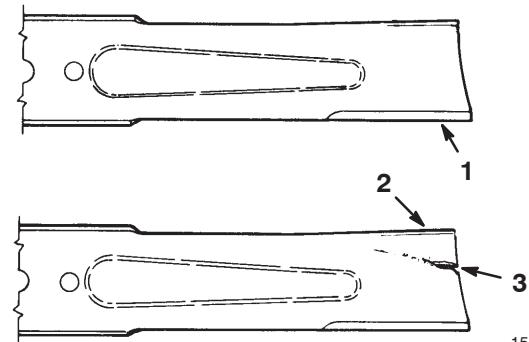

Bild 33
- Untersuchen Sie die Schnittkanten (Bild 33). Bauen Sie, wenn die Kanten nicht scharf sind oder Kerben aufweisen, die Schnittmesser aus und schärfen Sie sie. Siehe „Schärfen der Messer“ auf Seite 32.
- Untersuchen Sie die Schnittmesser, insbesondere den gebogenen Bereich (Bild 33). Montieren Sie, wenn Sie Schäden, Verschleiß oder Rillenbildung in diesem Bereich feststellen (Bild 33), sofort ein neues Schnittmesser.